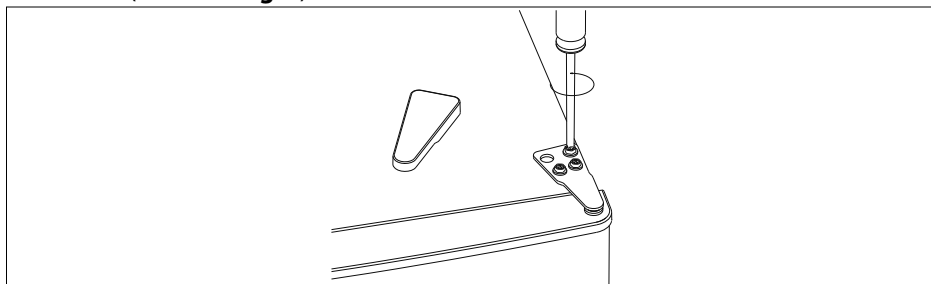

Fig. 3
- ▶ Svitare le tre viti in corrispondenza della cerniera superiore (12) con un cacciavite a croce (vedere la **fig. 3**).